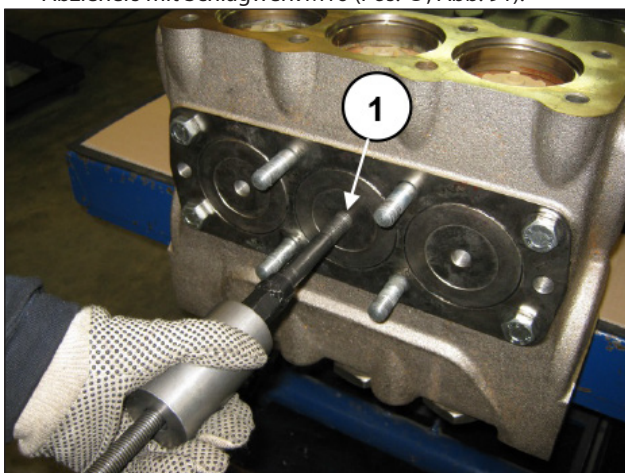

Abb. 91
- C) Entfernen Sie die vorderen Kappen mithilfe eines Abziehers mit Schlagwerk M16 (Pos. ①, Abb. 91).